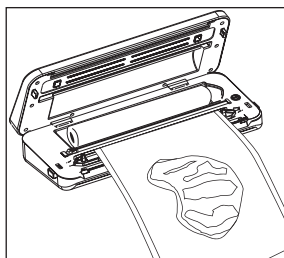

Рис.1
Для этого придерживайте пленку одной рукой и потяните встроенный нож-резак, отрезав нужную длину от рулона. (Рис.1)
(Рис.1)
4. Нажмите на кнопку "VAC" . Когда воздух будет откачан, прибор автоматически выключится. (Рис.1)